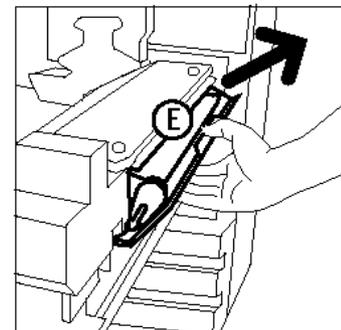

Fig. 45: Estrazione del rullo di pulitura
- 5 Spingere con cura verso il basso il rullo di pulitura (E) ed estrarlo dal lato destro, come illustrato in Fig. 45.